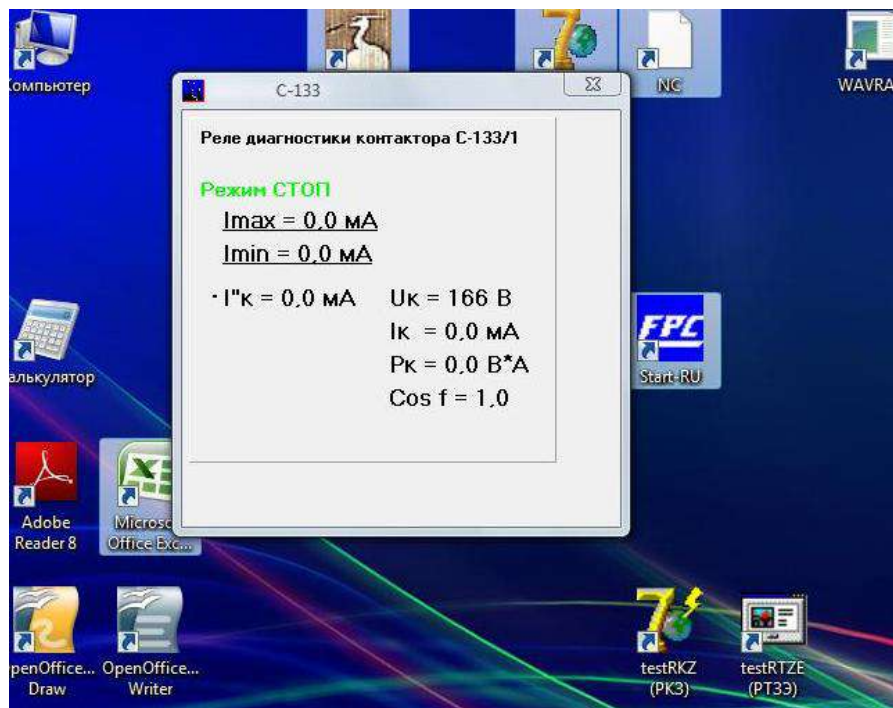

Рисунок 4 – окно программы с отображением значений уставок СМАРТРЕЛЕ C-133
- 2 - В открывшемся окне программы (рис.4) отображаются значение приведенного тока $I^*к$ в цепи катушки контактора и значения уставок **I_{max}** и **I_{min}**